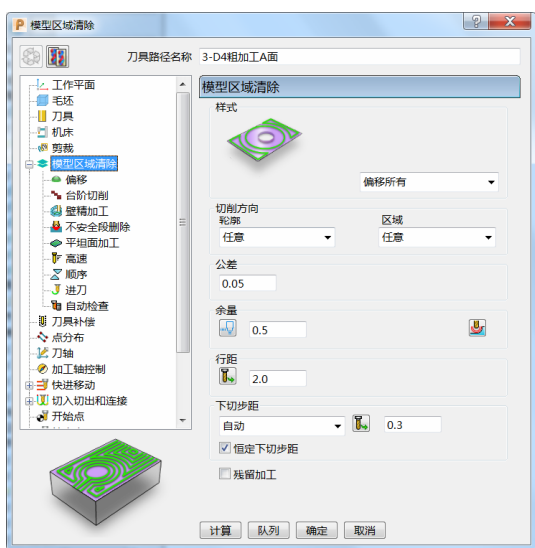

图 3-25
5) 模型区域清除: 样式选择“偏移所有”, 切削方向中轮廓、区域均选择“任意”, 设定公差“0.05”、余量“0.5”、行距“2.0”、下切步距“0.3”、勾选“恒定下切步距”。(图 3-25)